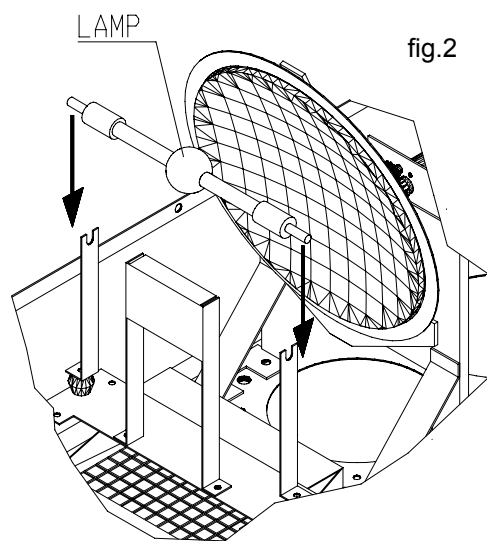

fig.2
- 3) Fissare saldamente la lampada al portalam-pada avvitando a fondo i pomoli di bloccaggio (fig.2);